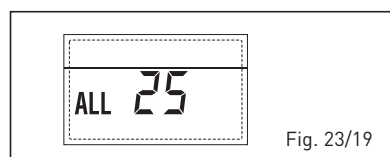

Fig. 23/19
- ANOMALIA SONDA AUSILIARIA (S3) "ALL 26" (fig. 23/20)